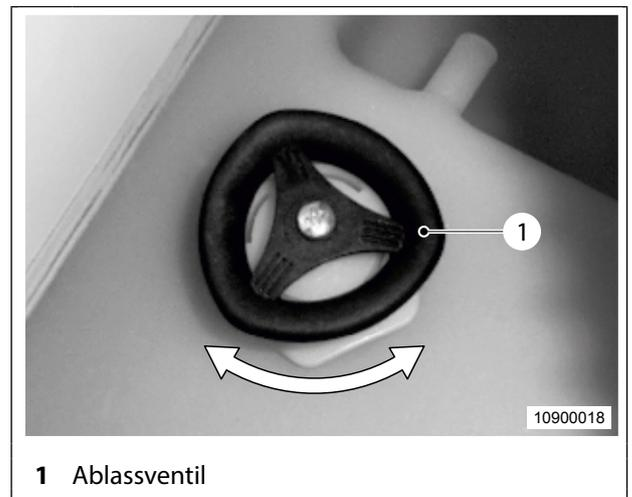

Abb. 49 Frischwassertank entleeren
1. Ablassventil (Abb. 49, Pos. 1) schließen. Dazu das Ablassventil im Uhrzeigersinn bis zum Anschlag drehen.
4. Ablassventil (Abb. 49, Pos. 1) entgegen dem Uhrzeigersinn bis zum Anschlag drehen.
2. Ablassventil (Abb. 49, Pos. 1) im Uhrzeigersinn drehen, bis Wasser ausläuft. Das Ablassventil nicht bis zum Anschlag öffnen, da sonst der Frischwassertank vollständig entleert.